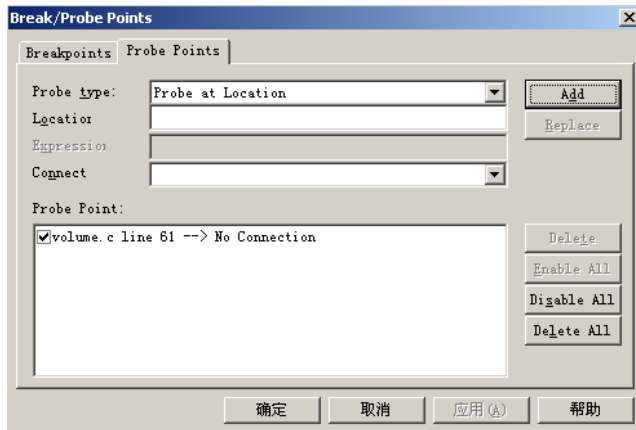

图 5.27 Break/Probe Points 对话框
① Address 域 从文件中读取的数据将要存放的地址。inp_buffer 是在 volume.c 中定义的整型数组，其长度为 BUFFSIZE。
② Length 域 每次到达 Probe Point 时从数据文件中读取多少个样点。这里取值为 100 是因为 BUFFSIZE=100，即每次取 100 个样值放在输入缓冲中。如果 Length 超过 100 则可能导致数据丢失。
③ Wrap Around 复选框 表明读取数据的循环特性，每次读至文件结尾处将自动从文件头开始重新读取数据。这样将从数据文件中读取一个连续(周期性)的数据流。
(10) 单击“Add Probe Point”按钮，将出现 Break/Probe Points 对话框，如图 5.27 所示，选中“Probe Points”栏。
(11) 在 Probe Point 列表中显示“VOLUME.C line 61 --> No Connection”。表明该第 61 行已经设置 Probe Point，但还没有和 PC 文件关联。
(12) 在 Connect 域，单击向下箭头并从列表中选 sine.dat。